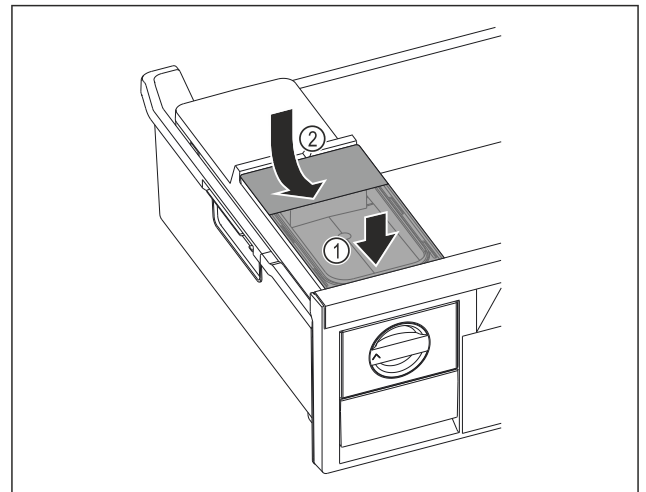

Fig. 92
- ▶ Wassertank vorne ansetzen. Fig. 92 (1)
- ▶ Wassertank hinten absenken. Fig. 92 (2)